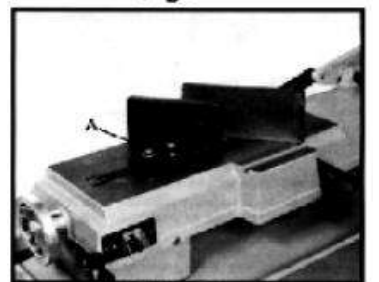

Рис. 8
2. Расположите тиски и переустановите их как показано на Рис. 8. Обратите особое внимание на расположение болтового отверстия.
4. Отрегулируйте параллельные губки подвижных тисков, чтобы зафиксировать тиски, открутив болт (А, Рис.8), отрегулировав его параллельные губки и затяните болт.